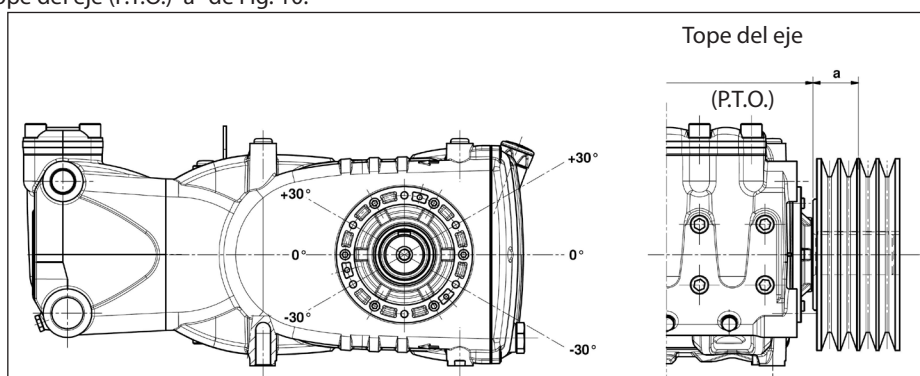

Fig. 10
La carga radial sobre el eje no debe ser superior a 7500 N (valor necesario para definir el Layout). La transmisión es considerada adecuada si tal carga es aplicada a una distancia máxima $a = 40$ mm del tope del eje (P.T.O) como se indica en la Fig. 10.
- b) Utilizar correas de alto rendimiento –por ejemplo **XPB** en lugar de **SPB**– ya que resultará necesario una cantidad inferior de correas en paridad de potencia transmitida y una consecuente distancia inferior de la resultante con respecto al tope del eje (P.T.O.) “a” de Fig. 10.